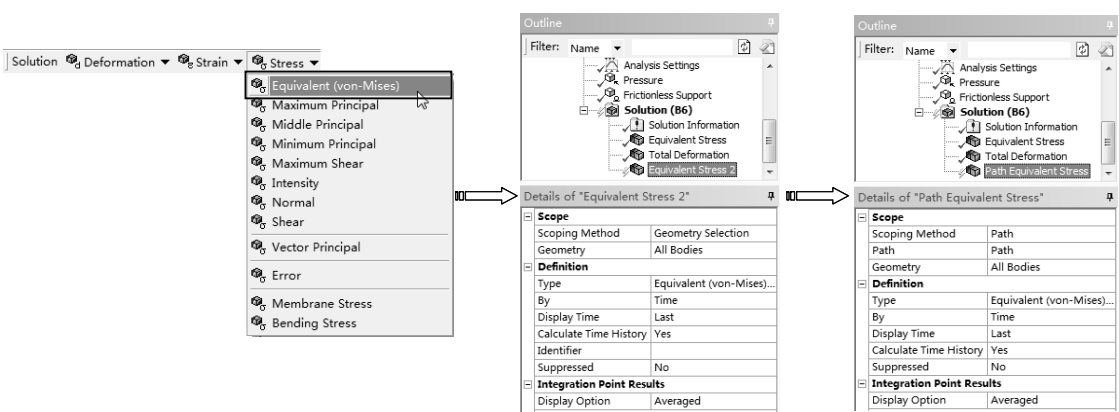

图 5-56 映射应力到路径
6) 映射路径。单击【Solution】工具栏上的【Stress】|【Equivalent (von-Mises)】命令，此时在分析树中插入【Equivalent Stress】项，修改名称为【Path Equivalent Stress】，在详细设置窗口中选择【Scoping Method】为 Path，选择【Path】为 Path，如图 5-56 所示。